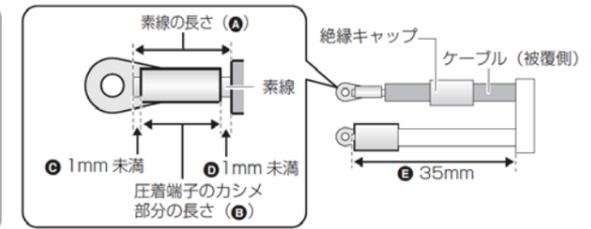

図9. 圧着端子とケーブルの加工
- (1) 電圧検知用ケーブルを作成する。(図9)
- 素線の長さ (A) :